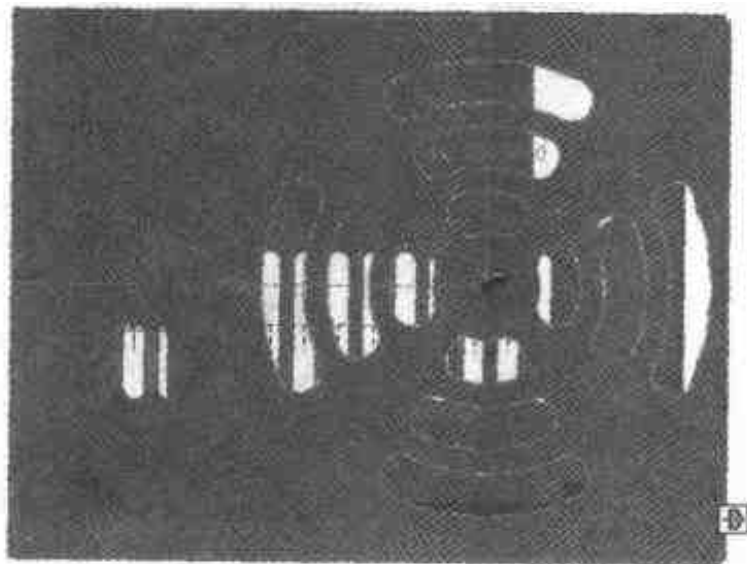

图 4.55 生成自定义图案
- (3) 单击【完成造型】按钮后结果如图 4.55 所示。